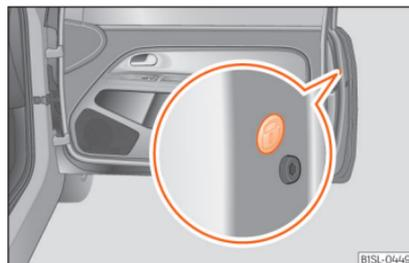

Abb. 70 Im vorderen Bereich der Beifahrertür: Notverriegelung, durch eine Gummidichtung verdeckt.
- Gummidichtung in der Stirnseite der Tür entfernen. Die Dichtung ist mit einem Schloss gekennzeichnet  » **Abb. 70**.